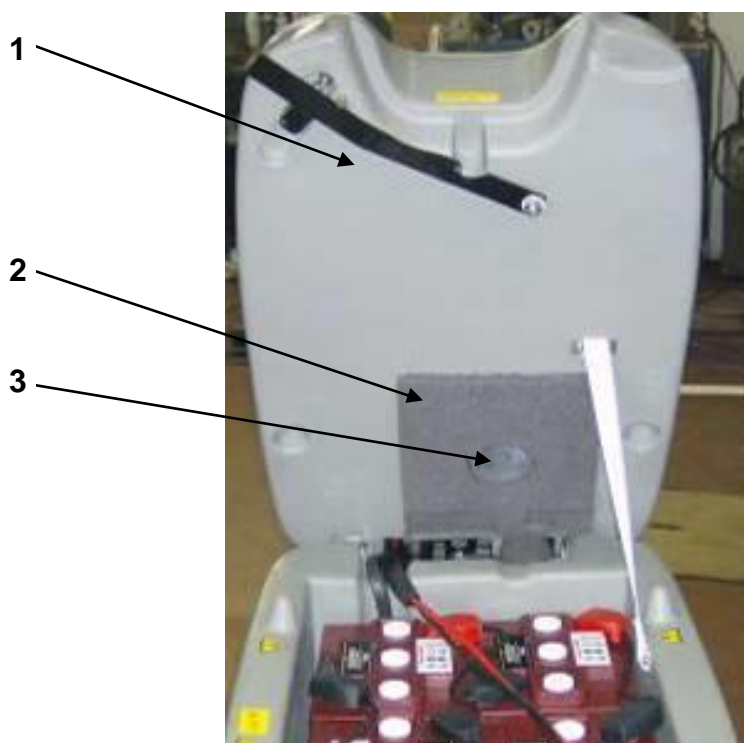

FIGURE 5.1
- après avoir retiré la clé de la planche de commande, soulever le réservoir de récupération (détail 1, figure 5.1) ;
- retirer l'élément d'insonorisation (détail 2, figure 5.1) ;
- en intervenant sur les vis de fixation au réservoir, retirer le moteur (détail 3, figure 5.1) ;